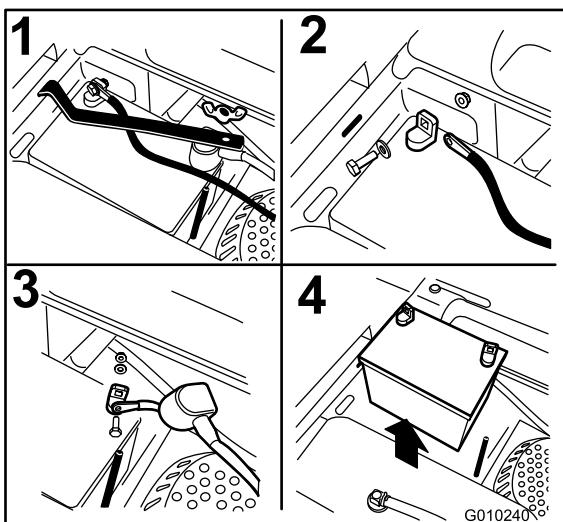

Bild 48
3. Nehmen Sie die Flügelmutter ab, mit denen die Batterieklemme befestigt ist (Bild 48).
4. Klemmen Sie zunächst das Minuskabel (schwarz) vom Minuspol (-) (schwarz) der Batterie ab (Bild 48).
5. Schieben Sie die rote Polkappe vom Pluspol (rot) der Batterie ab, und klemmen Sie das Pluskabel (+) (rot) ab (Bild 48).
6. Nehmen Sie die Klemme ab (Bild 48).
1. Legen Sie die Batterie in den Ständer, sodass die Klemmen auf der anderen Seite des Hydraulikbehälters sind (Bild 48).
5. Befestigen Sie die Kabel mit zwei Schrauben, 2 Scheiben und 2 Sicherungsmuttern (Bild 48).
6. Setzen Sie die Klemme auf und befestigen Sie sie mit der Flügelmutter (Bild 48).